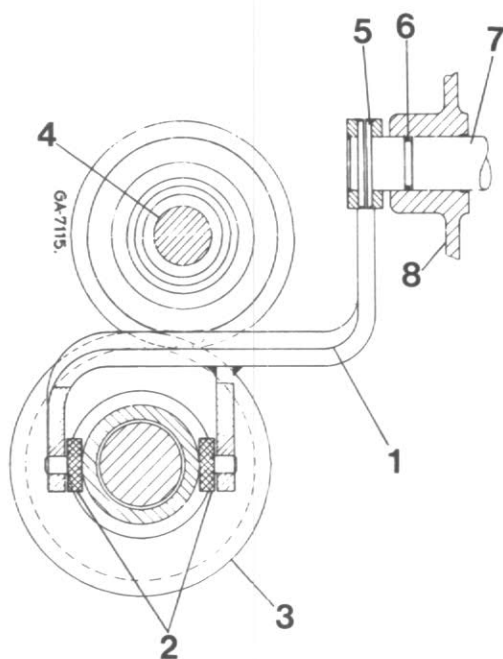

Figure 101
3. Pignon intermédiaire (12)
Retirez la goupille élastique (5, Fig. 101), l'arbre de commande (7), la fourchette de commande et les taquets coulissants (2).
Veillez à ce que les taquets coulissants (2, Fig. 101) soient libres de contrainte dans la gorge du pignon.